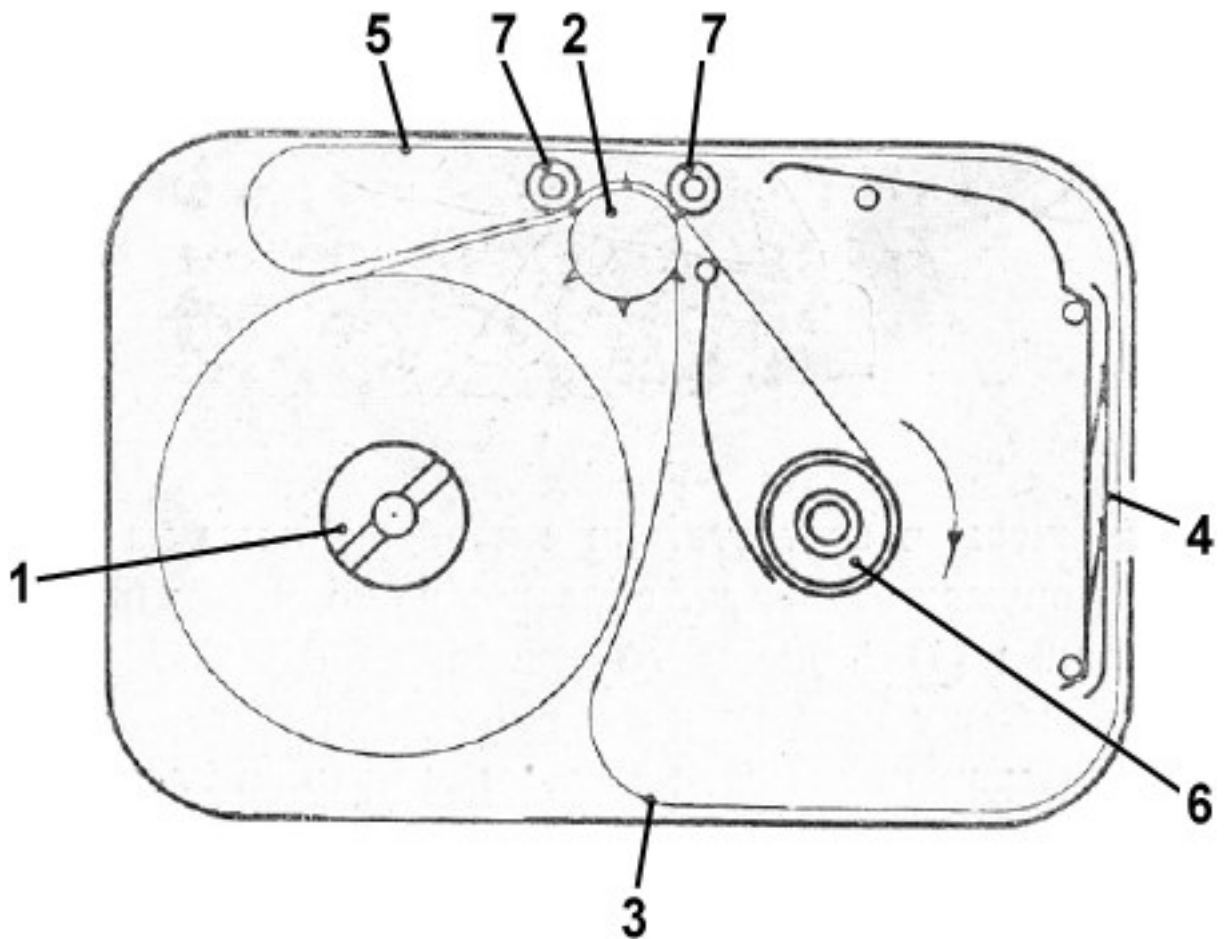

Рис. 3
На рис. 3 представлена схема хода киноплёнки в кассете. Неэкспонированная киноплёнка перематывается внутри кассеты с подающей бобышки (1) зубчатым барабаном (2), образует петлю (3) и проходит через фильмовый канал (4). Затем плёнка образует петлю (5) и вновь поступает на зубчатый барабан (2), сматываясь на приемную бобышку (6). Плёнка не выходит за пределы кассеты, а экспонируется на открытом участке кассеты, который автоматически открывается при вдвижении кассеты внутрь корпуса аппарата.
Перед началом зарядки кассеты следует при свете отвинтить два винта, расположенные наверху кассеты, снять крышку и убедиться в том, что все узлы и детали расположены в соответствии с изображением на рис. 3. Особое внимание следует обратить на то, чтобы прижимная планка (4) фильмового канала своим выступом входила в выемку кассеты и прочно удерживалась от бокового перемещения. Вслед за этим вынуть из кассеты подающую бобышку (1) и прижимающие ролики (7). С подающей бобышки снять пружину, закрепляющую плёнку.
Намотанный рулончик одевают на ось, подводят плёнку под зубчатый барабан, так чтобы зубцы барабана вошли в перфорацию плёнки, и затем вставляют плёнку между пластинками фильмового капала, образовав петлю (3), как показано на рис. 3.
Прощупыванием проверить: соответствие петель (рис. 3), наличие натяга пленки приемной и подающей бобышек, обращена ли пленка в фильмовом канале эмульсионной стороной к кадровому окну и находятся ли на месте флажок и прижимная планка фильмового канала.